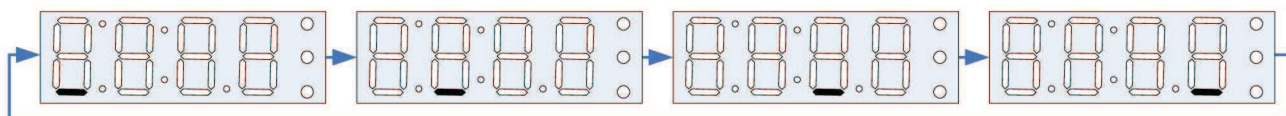

Рис. 15 – Индикация режима «Ожидание СОД».
2.3.9 В режиме «Ожидания СОД» нижние сегменты всех разрядов индикатора поочерёдно периодически засвечиваются, как показано на Рис. 15.